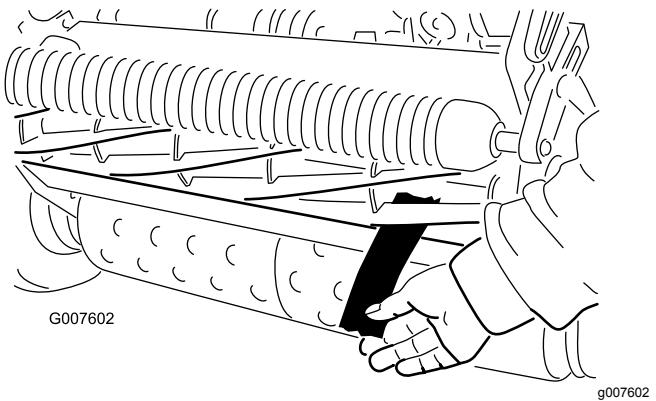

Figura 48
- Teste o desempenho de corte inserindo uma fita comprida de desempenho de corte entre o cilindro e a lâmina de corte, perpendicular à lâmina (Figura 48). Lentamente rode o cilindro para a frente; deve cortar o papel.